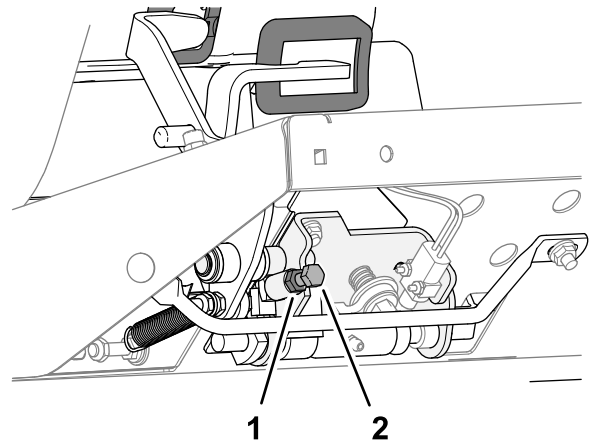

Bild 80
- Um die Mähgeschwindigkeit zu verringern, drehen Sie die Drehzahlbegrenzungsschraube (Bild 80) im Uhrzeigersinn.